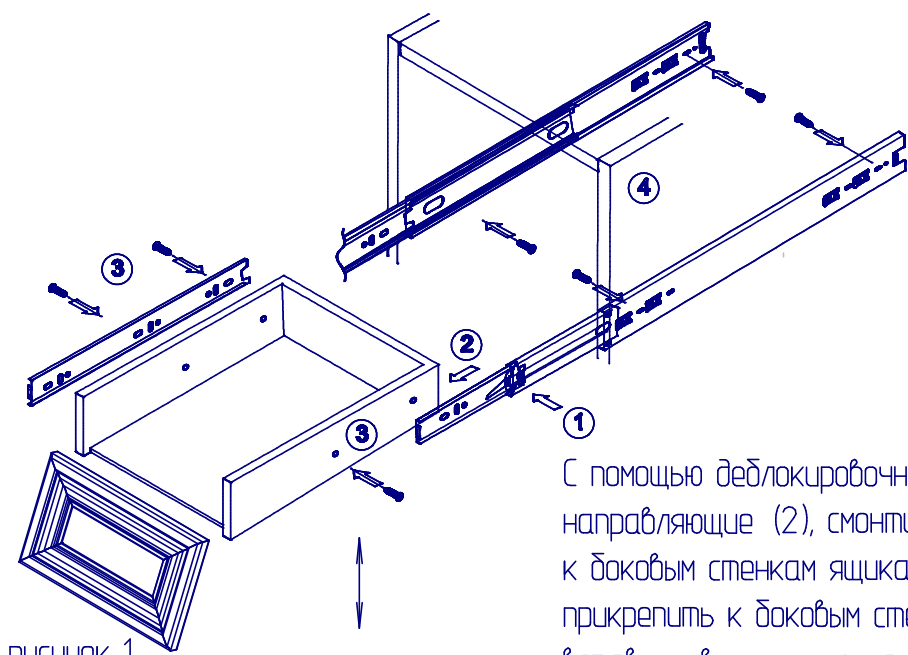

рисунок 1
3. При необходимости отрегулировать ящик по вертикали (рисунок 1)
4. Прикрепить направляющую к боковым стенкам ящика с помощью шурупов 3,5x13 в одно из отверстий ⑦*